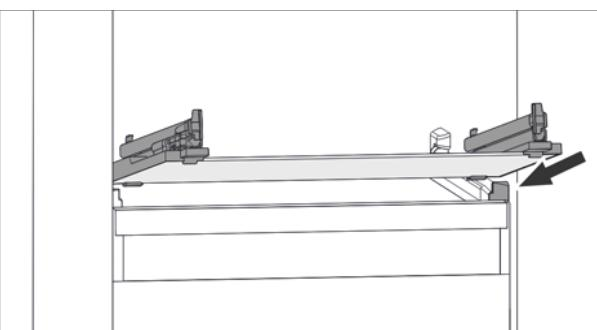

Fig. 79 Примерное отображение стеклянной пластины
- Наклоняя вниз, установите стеклянную пластину за стопоры. (см. Fig. 79)